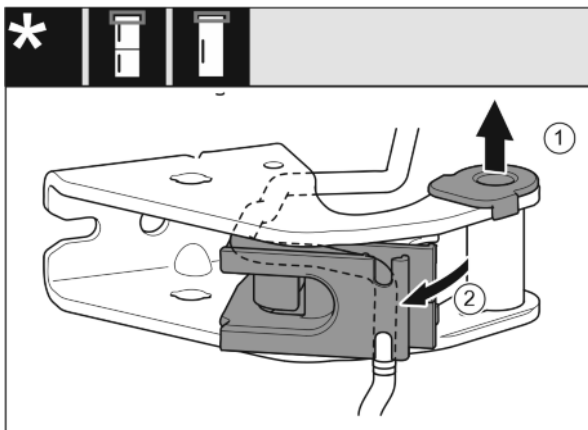

Fig. 21
- ▶ Puzdro ložiska vytiahnite z vedenia. Fig. 21 (1)
- ▶ Držiak kábla vychýľte. Fig. 21 (2)